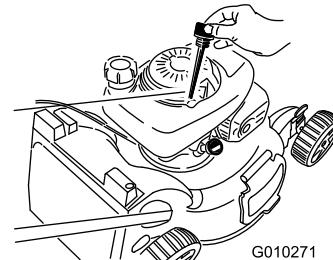

Figura 44
3. Retire la varilla (Figura 44).